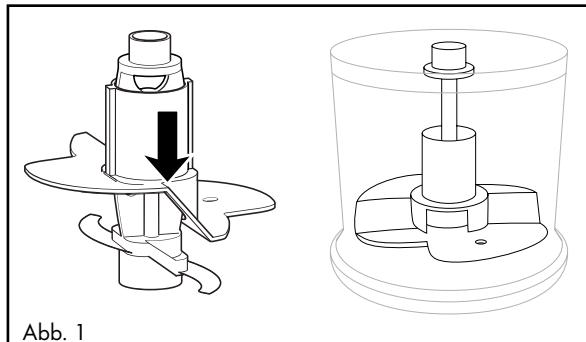

Abb. 1
- Für 100 ml Sahne stecken Sie ihn so auf den Messerhalter **5**, dass der Quirlaufsatz **10** auf beiden Messern **7** aufliegt und einrastet (Abb.1):